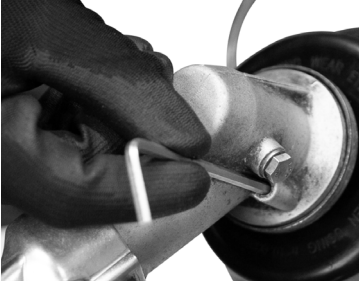

Fig. 7 – Posicionando a lâmina
- c. Posicione a lâmina três pontas (peça 07), conforme Fig. 7;